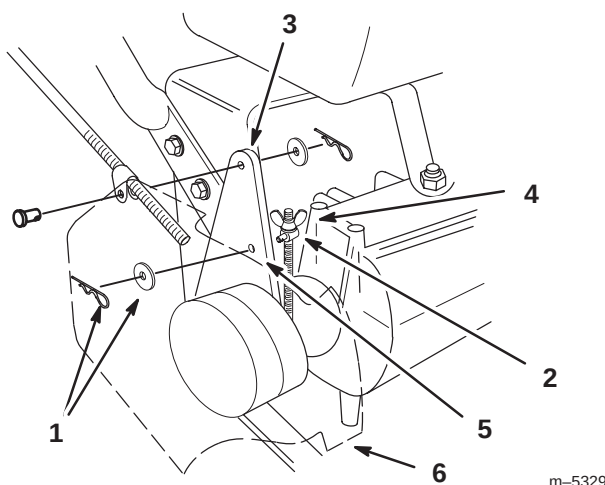

Bild 35
5. Entfernen Sie zum Einstellen der Bremse den Splint und die Scheibe vom Bremshebel und Drehzapfen (Bild 35).
8. Setzen Sie den Drehzapfen in das Loch **F** (Bild 35). Ziehen Sie die Flügelmutter fest.
9. Befestigen Sie den Drehzapfen mit einer Scheibe und einem Splint am Bremshebel (Bild 35).